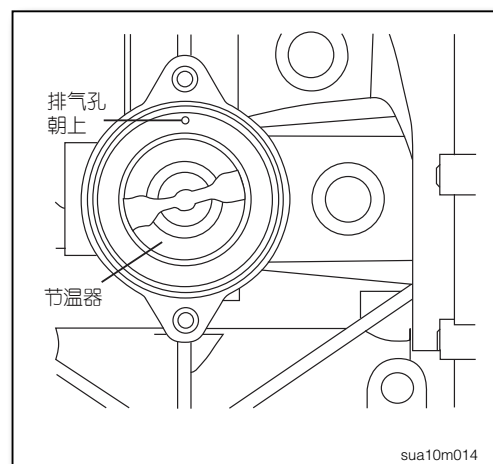

图2
2. 将节温器上的排气孔朝上, 放置在缸体节温器座面上(如图2)。